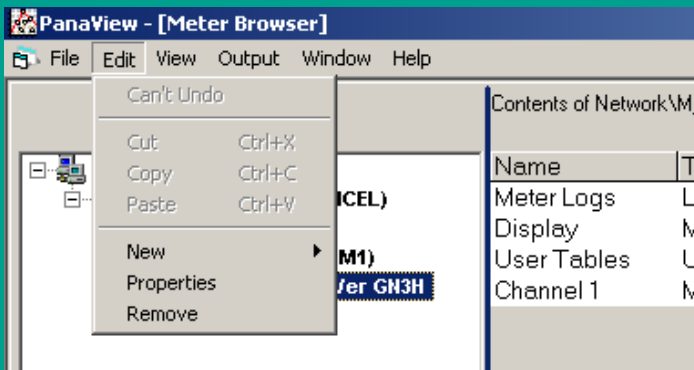

Figura 25: Opção Propriedades no menu de edição
2. Abra o menu "editar" e seleccione a opção "propriedades", como mostra a figura 25.